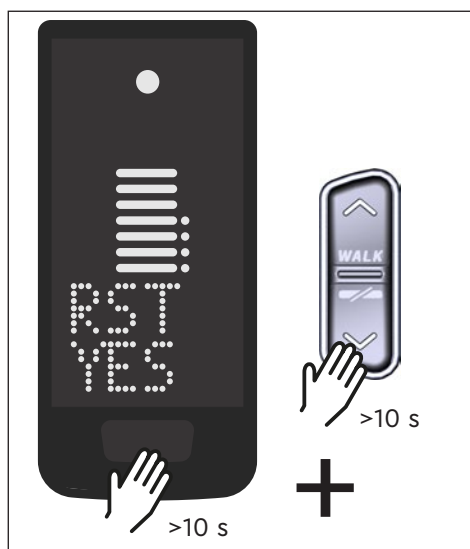

Fig. 10: Réinitialisation des paramètres d'usine
- Maintenez la touche de commande sur Display et la touche de commande BAS sur la Remote enfoncées pendant au moins 10 s, le mode de configuration s'affiche d'abord, puis RESET. (voir Fig. 10).